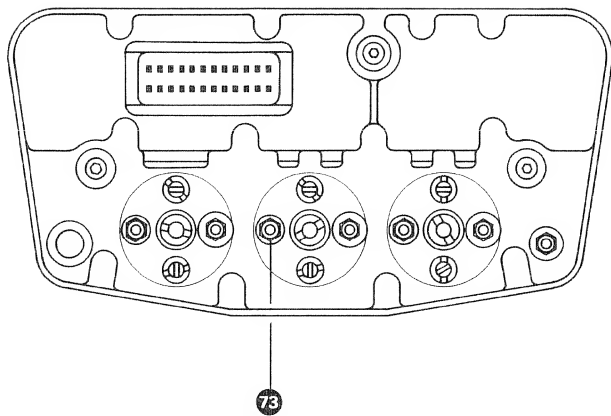

Fig. 7.2.—5
nut 73 (fig. 7.2.—5). (delayed indication, so adjust
4. Tonfrequenz-Millivoltmeter wechselweise an Leitungsausgang 1 **16** und 2 **36** anschliessen und mit Mutter **73** (Fig. 7.2.—5.) auf maximale, identische Ausgangspegel einjustieren.
4. Connect AF millivoltmeter alternately to line outputs channel 1 **16** and channel 2 **36**; adjust record head for maximum identical output levels by means of nut **73** (fig. 7.2.—5).